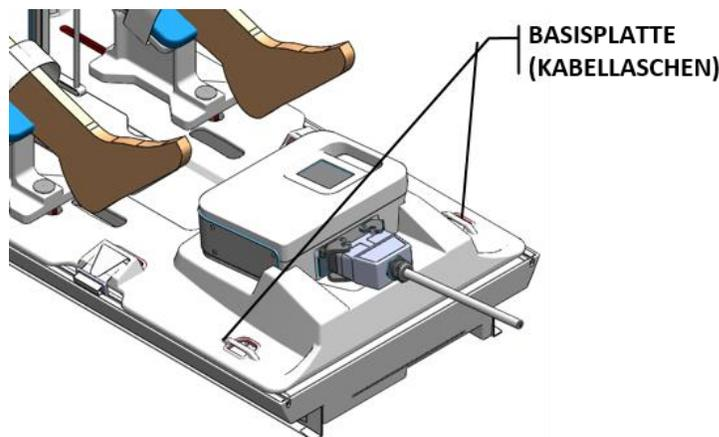
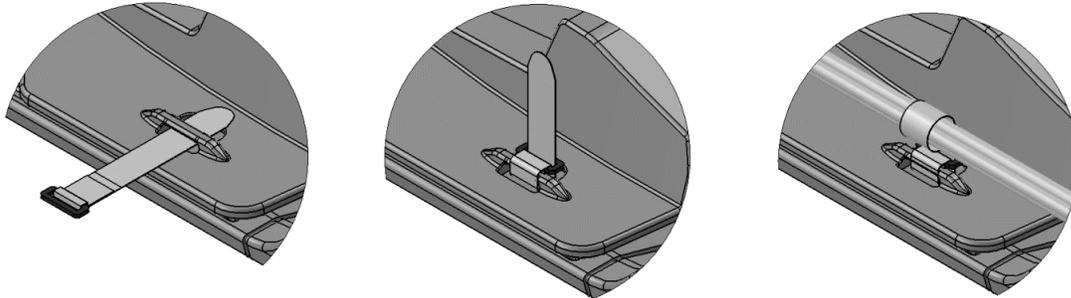

Abbildung 58: Lage der Schlauch-/Kabellaschen auf der Basisplatte
Abbildung 59: Befestigung von Schlauch-/Kabelaschen
6. MRT-MTRA: Befestigen Sie zwei Schlauch- und Kabellaschen gemäß den Anweisungen in *Abbildung 59* an den in *Abbildung 58* gezeigten Stellen.